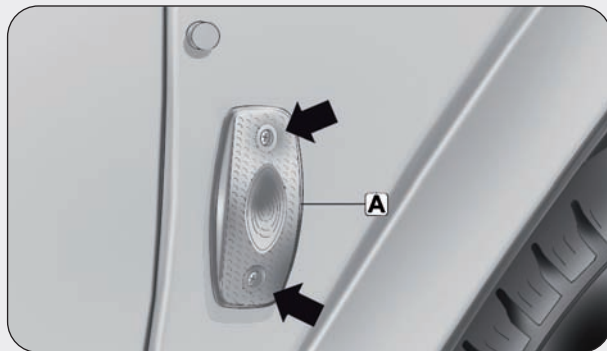

fig. 4
- Svitare le due viti di fissaggio del trasparente **A** e rimuoverlo **fig. 4**.